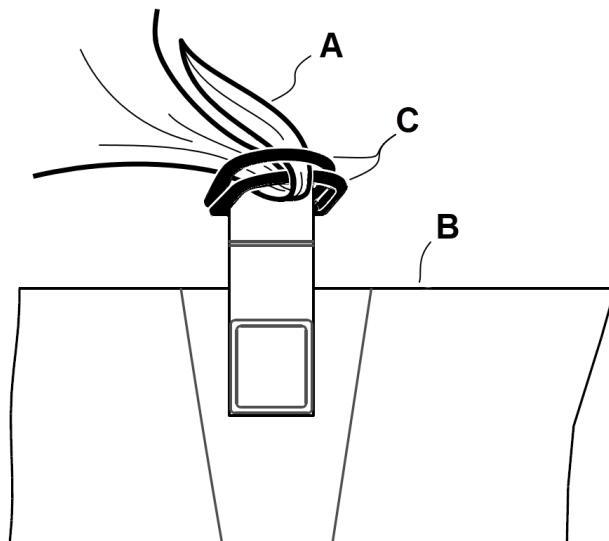

Figure 15 – Mise en place des draps
1. Répartir les anneaux en « D » (C) (Figure 15).
2. Pour fixer les draps (A) à la surface de support (B), faire passer les quatre coins du drap dans les anneaux en D (C) fixés à la housse inférieure.